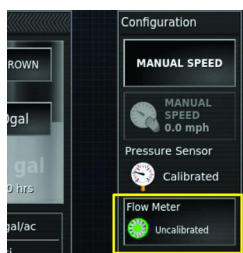

Figura 168
4. Pressione o ícone MEDIDOR DA TAXA DE FLUXO (Figura 168).